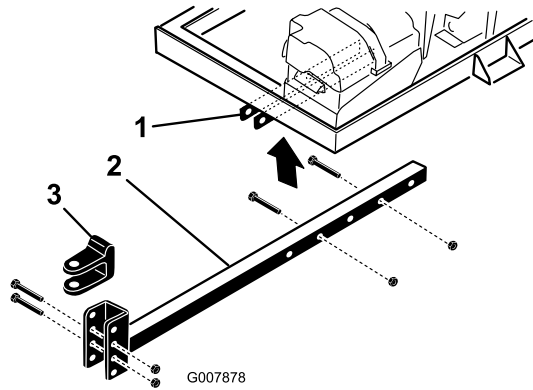

Figura 7
2. Introduzca la barra del enganche en los soportes del bastidor (Figura 7). Sujete la barra al bastidor con
- Retire los pernos y tuercas que sujetan la barra de enganche a los soportes del bastidor (Figura 7).
- Retire los pernos y las contratuercas que sujetan la horquilla de enganche (Figura 7) a la barra de enganche.